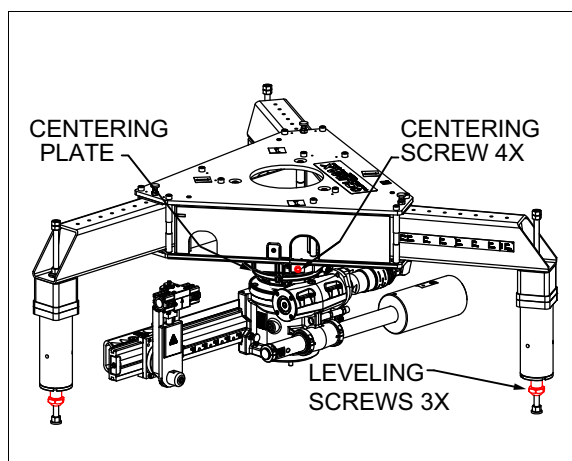

FIGURE 3-24. POINTS DE RÉGLAGE EN MONTAGE DE
7. Desserrez les vis de serrage de la plaque de centrage et centrez la machine à l'aide des quatre vis de poussée, si nécessaire (Figure 3-24).
8. Serrez les trois vis de serrage de la plaque de centrage (Figure 3-24).